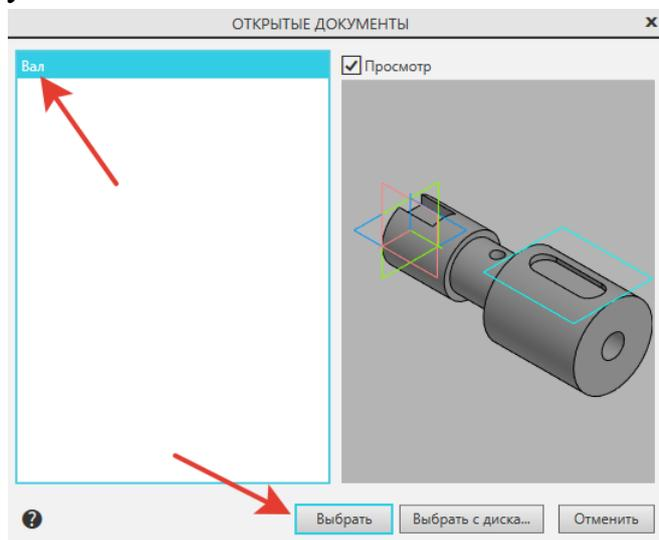

Рисунок 103.
16. На инструментальной панели **Виды** – выбрать  **Вид с модели**. Из открывшегося окна **Открытые документы** выбрать файл вашей модели (рисунок 103).